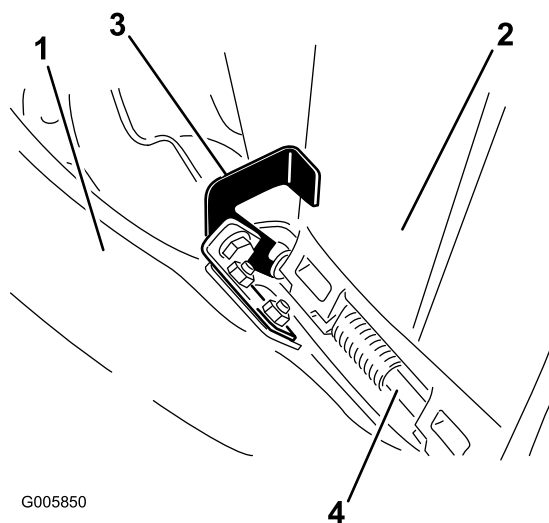

Figura 21
3. Sopra la guida di scarico, posizionate il fermo a gancio attorno all'asta di rotazione del deflettore, come illustrato nella (Figura 21).